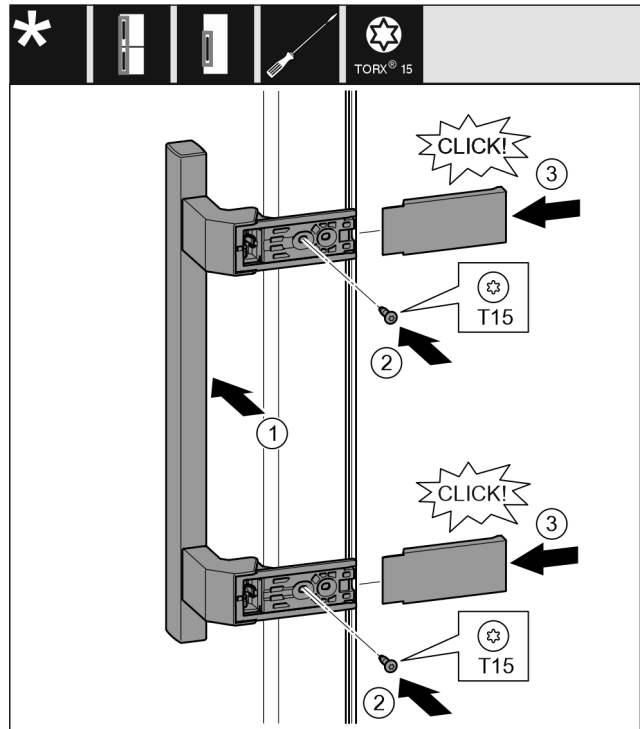

Fig. 11
- ▶ Helyezze fel a fogantyút a másik oldalra. Fig. 11 (1)
- ▶ Húzza meg a csavarokat T15 csavarhúzóval. Fig. 11 (2)
- ▶ Helyezze fel a fedeleket oldalra, és tolja őket a helyükre. Fig. 11 (3)